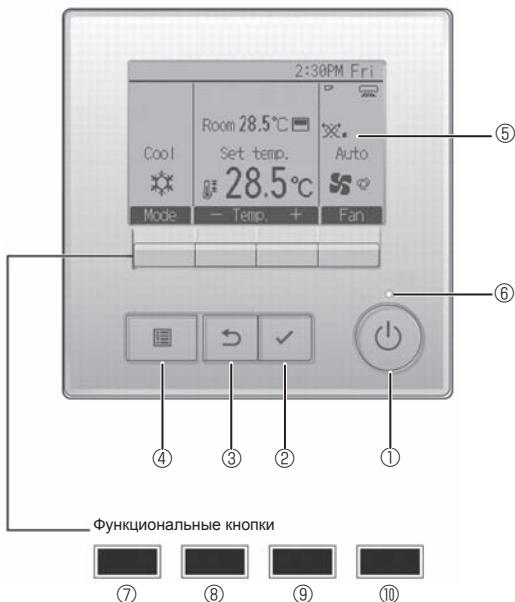

Fig. 7-2
7.3.1. С использованием проводного пульта дистанционного управления (Fig. 7-2)
① Кнопка [ВКЛ/ВЫКЛ]